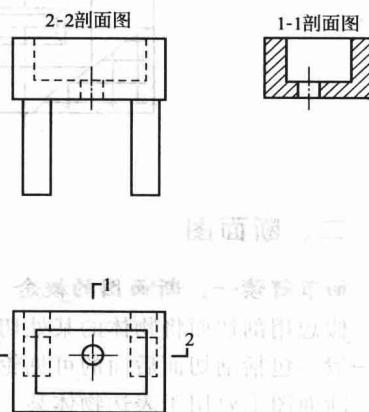

图 1-7 剖面图
用阿拉伯数字编号，并注明在剖视方向线的端部，编号应按顺序由左至右，由下而上连续编排，如图 1-7 所示。
(1) 水平剖面图 当剖切平面平行于水平投影面时，所得的剖面图称为水平剖面图，建筑施工图中的水平剖面图称平面图。
(2) 垂直剖面图 若剖切平面垂直于水平投影面所得的剖面图称垂直剖面图，图 1-7 中的 1-1 剖面称纵向剖面图，2-2 剖面称横向剖面图，二者均为垂直剖面图。
(1) 全剖面图 用一个剖切平面将形体全部剖开后所画的剖面图。如图 1-7 中的两个剖面全为全剖面图。